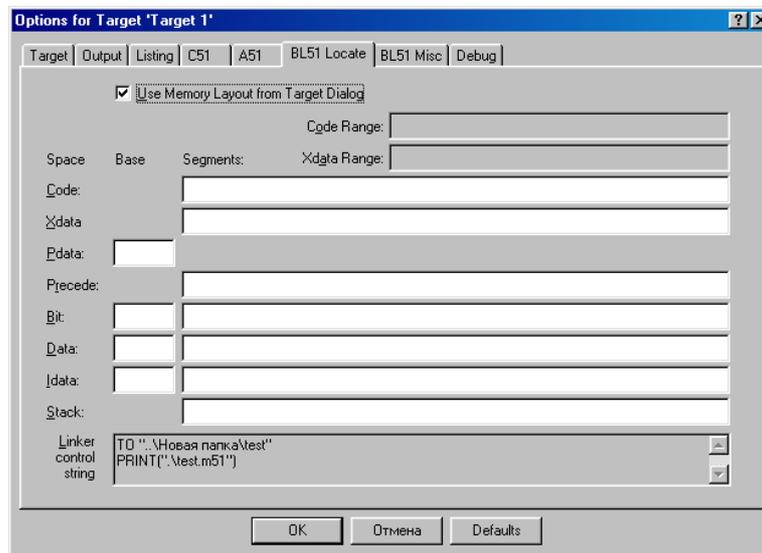

Рис. 14 Вид окна Options for Target (закладка BL51 Locate)
- Закладка BL51 Locate (рис. 14) предназначена для настройки компоновщика.